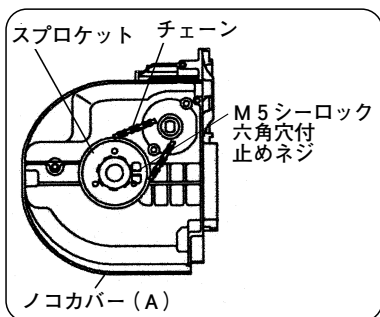

図 15
- (3) スプロケット裏側の M 5 シーロック六角穴付止めネジを約 1 / 4 回転時計回転方向に締付けます。(図 15)
(4) M 6 六角穴付ボルト②を締付けます。
(5) のこ車 (A) を取付け、M 6 六角穴付ボルト①を締付けてください。